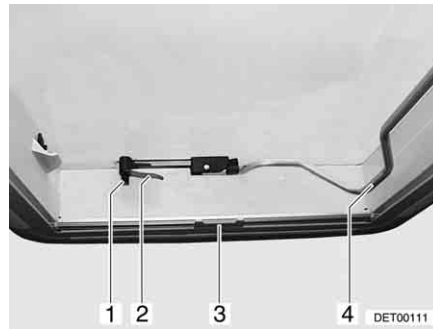
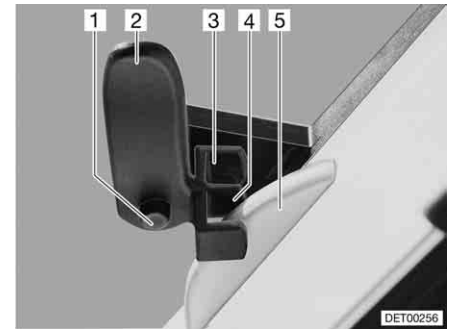

Fig. 74 Oblò Heki, chiuso
Fig. 75 Oblò Heki in posizione di ricircolo d'aria 1
- Premere il bottone di sicurezza (Fig. 74,1) e ruotare di un quarto di giro verso l'interno la leva di serraggio (Fig. 74,2).
- Tirare la staffa (Fig. 74,4) verso il basso per sbloccarla dall'arresto.
- Ruotare la leva di serraggio (Fig. 74,2 e Fig. 75,2) di un quarto di giro. Il nasello del serraggio del tetto (Fig. 75,5) deve innestarsi nella forchetta di serraggio superiore (Fig. 75,3).
- Premere il bottone di sicurezza (Fig. 75,1) e girare all'indietro la leva di serraggio (Fig. 75,2). Il nasello del serraggio del tetto (Fig. 75,5) deve innestarsi nella forchetta di serraggio inferiore (Fig. 75,4).